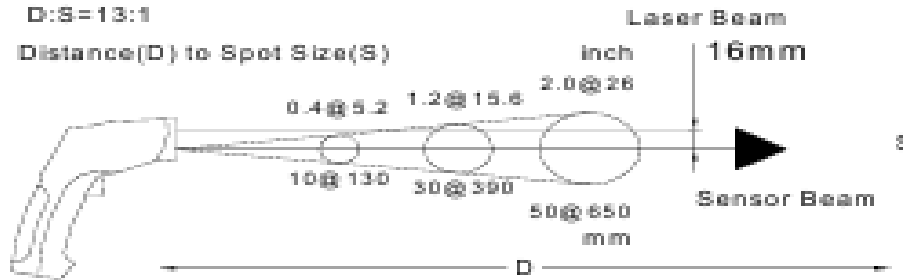

Fig: 1
Cu cât distanța (D) de la un obiect se mărește, spot size-ul (S) a suprafeței măsurate de către unitate va crește de asemenea. Vedeți fig. 1